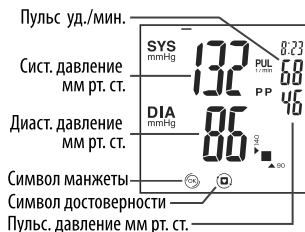

Рис.15
6. Когда измерение будет завершено, на дисплее будут показаны значения артериального давления, пульсовое давление, шкала по ВОЗ и частота пульса (рис.15). Прибор автоматически выпустит воздух из манжеты.